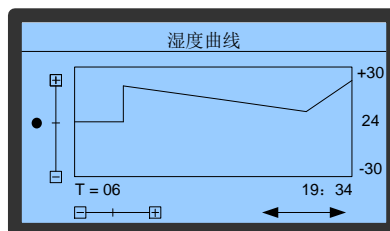

图6-23 湿度曲线
2、在**温湿度曲线**菜单界面中可选择进入**回风湿度曲线**子菜单，如图 6-23 所示。